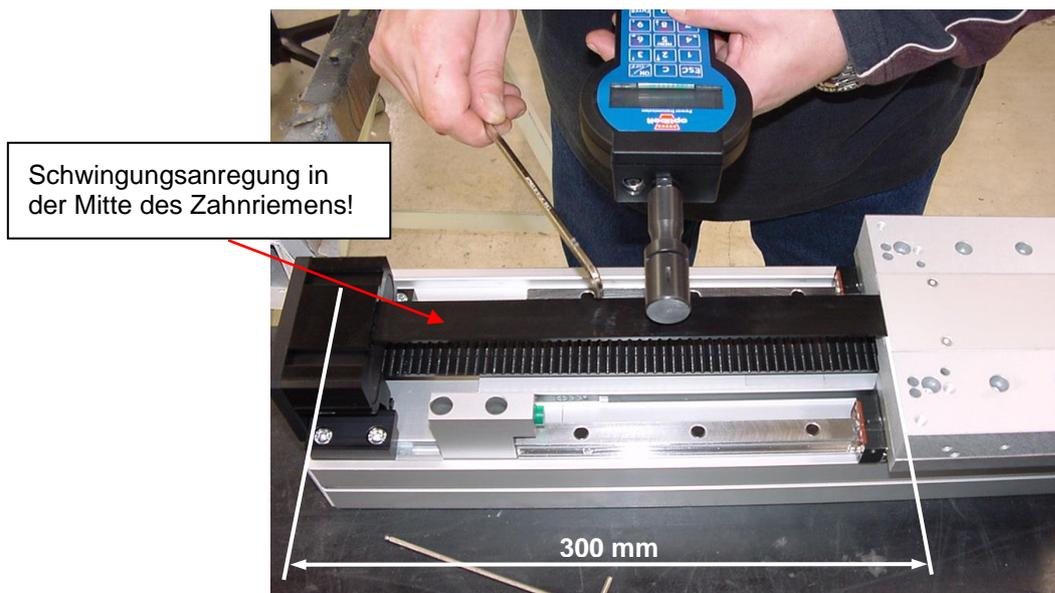
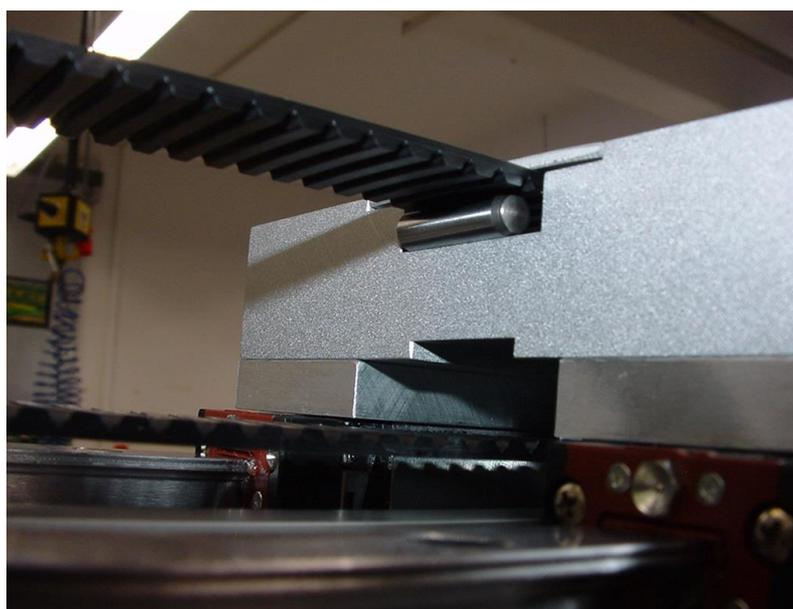

Abbildung 6: Messung an der Portalachse durchführen (1)
Abbildung 7: Messung an der Portalachse durchführen (2)
- (1) Montieren Sie den neuen Riemen.
- (2) Bewegen Sie den Schlitten von Hand mindestens zehnmahl hin und her (drücken Sie dabei den Riemen von Hand mehrmals nach unten).
- (3) Führen Sie die Messung mit eingelegtem Zylinderstift durch (siehe *Abbildung 6* und *Abbildung 7*).